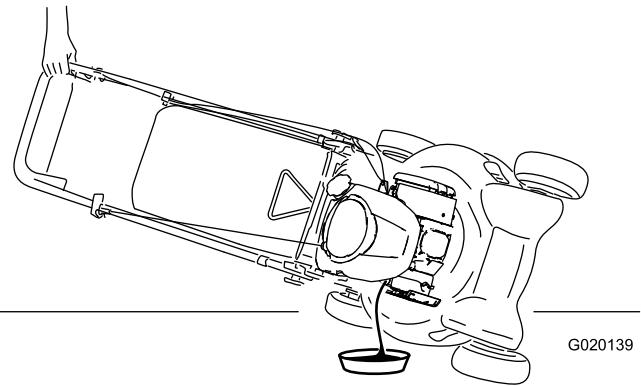

Figura 21
- Rimuovete l'asta e vuotate l'olio usato nella bacinella di spurgo dell'olio (Figura 21).